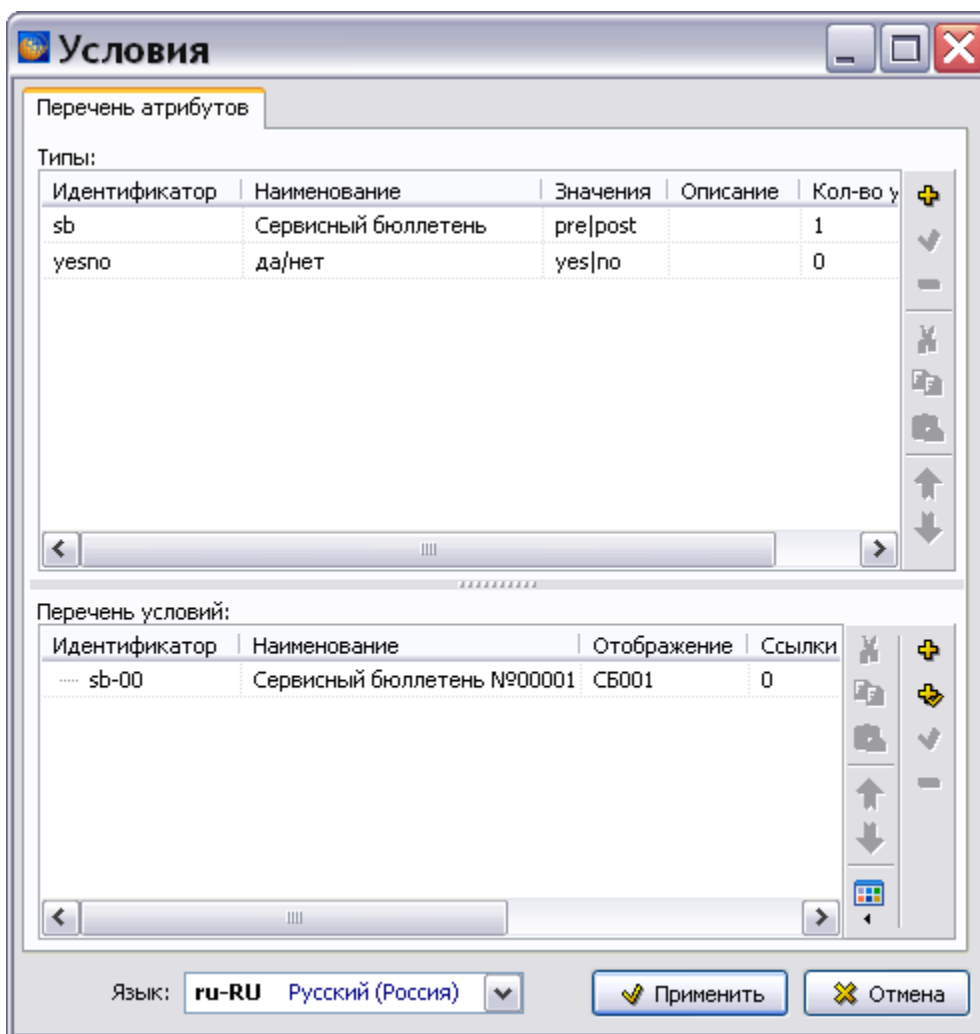

Рис. 22.21
10. Нажмите на кнопку **Применить**. При этом произойдет возврат в диалоговое окно **Условия**, в котором отобразится описание созданного условия (Рис. 22.21).